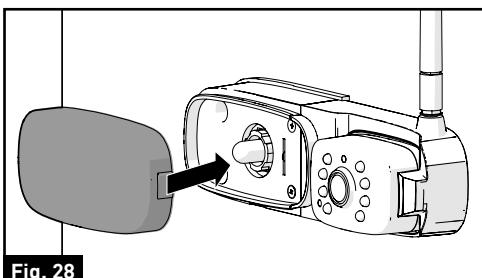
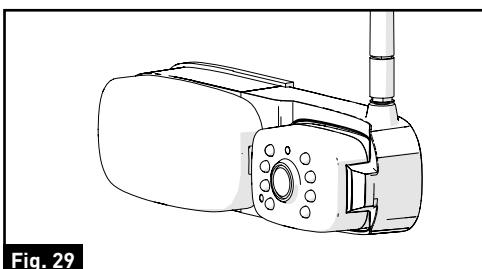

Fig. 28
Fig. 29
7. Vuelva a colocar la tapa del objetivo sobre la base del semáforo y presione hasta escuchar un "clic". La cámara ahora está completamente instalada en el vehículo. (Fig. 28 y Fig. 29)